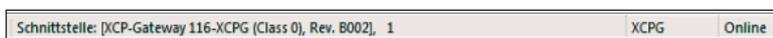

Abb. 5-18: Statusleiste: Schnittstelle "XCP-Gateway"
- ☞ Wenn in der Statuszeile des Programmfensters ein Interface angezeigt wird (Abb. 5-18), fahren Sie fort mit Kapitel 5.4.4.4 "Neue Konfigurationsdatei anlegen".